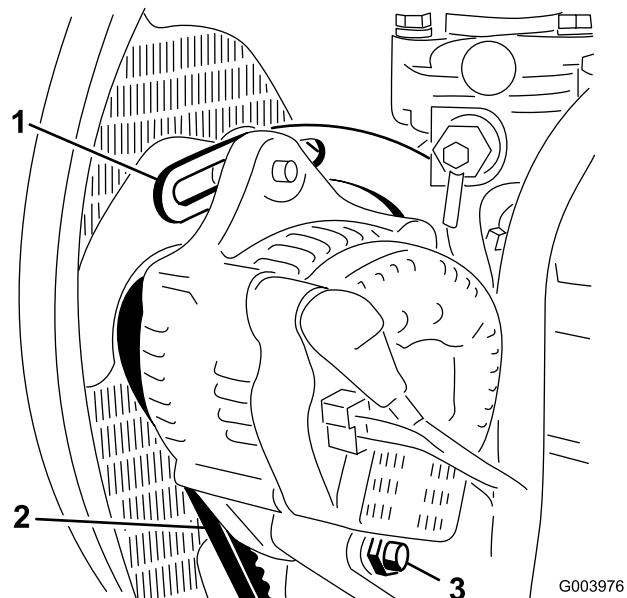

Figura 69
2. Compruebe la tensión de la correa del alternador presionándola (Figura 69) en el punto intermedio entre las poleas del alternador y del cigüeñal con una fuerza de 10 kg (22 libras).
3. Afloje el perno que fija el tirante al motor (Figura 69), el perno que fija el alternador al tirante y el perno de pivot.